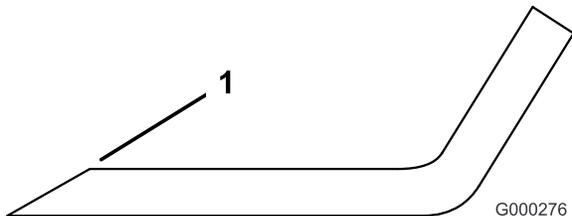

Bild 26
- Schärfen Sie die Schnittkante an beiden Enden des Schnittmessers mit einer Feile (Bild 26).